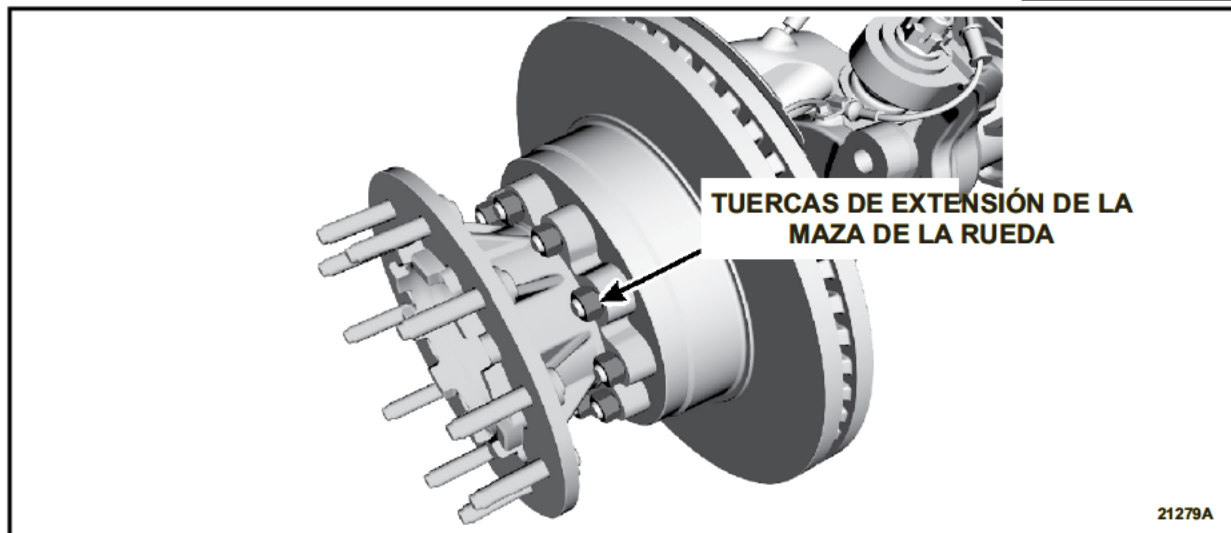

FIGURA 2
4. Apriete las tuercas de extensión de las mazas de las ruedas. Consulte la Figura 2.